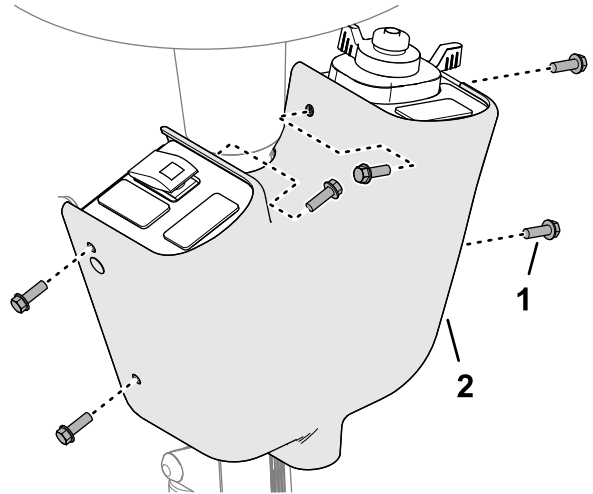

Figure 37
3. Fixez le couvercle sur le support à l'aide de 4 vis à embase ($\frac{1}{4} \times \frac{3}{4}$ po) comme montré à la Figure 37.